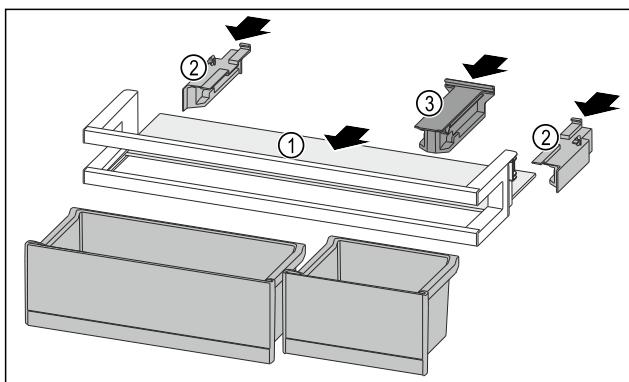

Fig. 147
- ▶ Abstellfläche Fig. 147 (1) in die seitlichen Aussparungen einschieben.
- ▶ Seitelemente Fig. 147 (2) einsetzen.
- ▶ Halteteil Fig. 147 (3) einsetzen.